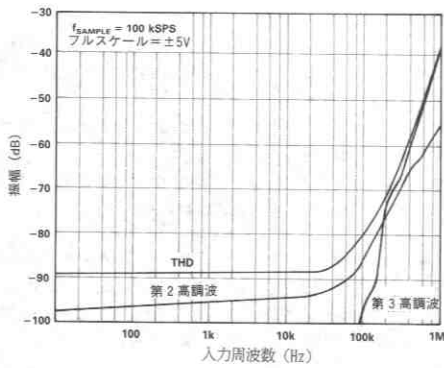
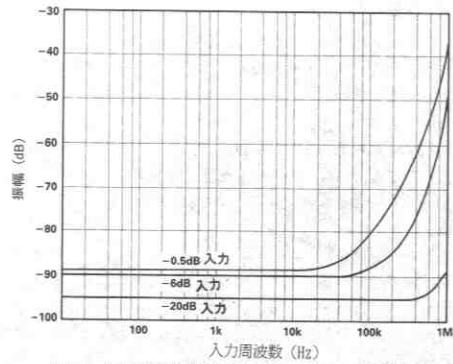

図13. 入力周波数と高調波歪みの関係 (-0.5 dB 入力)
図14. 入力周波数およびそのレベルと全高調波歪みの関係
- 高周波および他の振幅の入力信号に関しては図13と図14を参照ください。